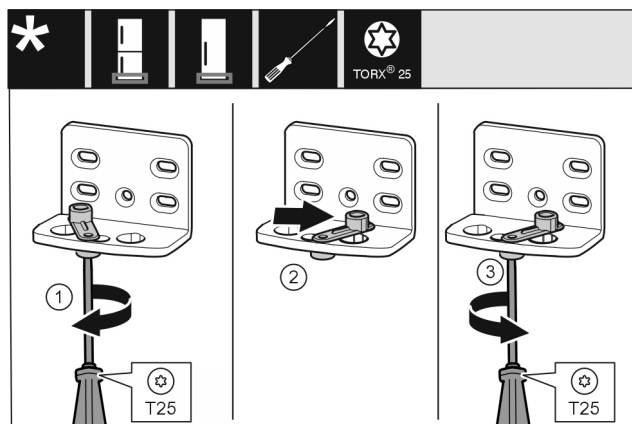

Fig. 23
- ▶ Svitare allentando la vite con il cacciavite T25. Fig. 23 (1)
- ▶ Sollevare l'ausilio di chiusura della porta e ruotarlo di 90° verso destra nel foro. Fig. 23 (2)
- ▶ Serrare la vite con il cacciavite T25. Fig. 23 (3)